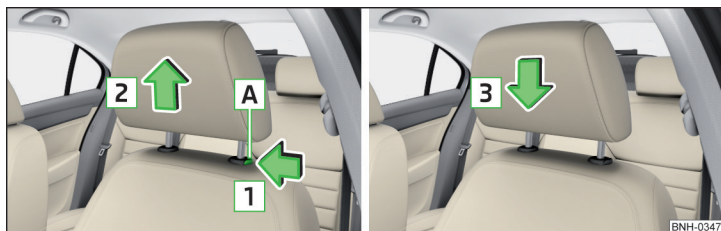

Abb. 73 Kopfstütze vorn herausnehmen/einsetzen
- › Zum **Herausnehmen** die Sicherungstaste **A** in Pfeilrichtung **1** halten und die Stütze in Pfeilrichtung **2** herausnehmen » Abb. 73.